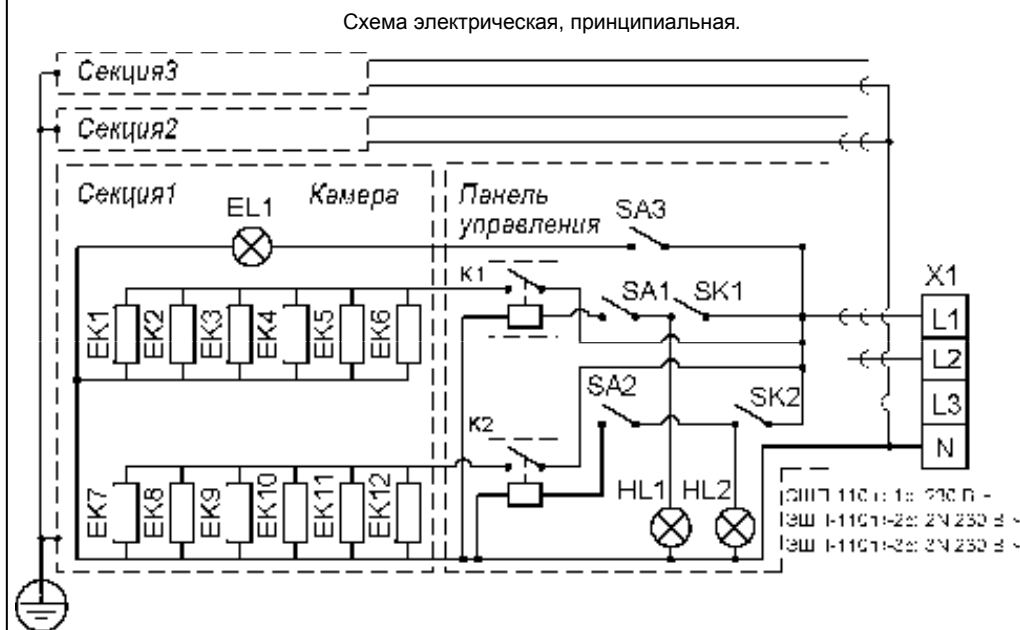

Рис.6
4. Соединить маркированные, свободные концы электропроводов («L2», «L3» и «N») верхних секций с зажимами клеммных блоков нижестоящих секции, с соответствующей маркировкой, а з/провода с маркировкой «земля» верхних секций с зажимами заземления (с маркировкой «земля») нижестоящих секций (см. схему электрическую, принципиальную, рис.6).